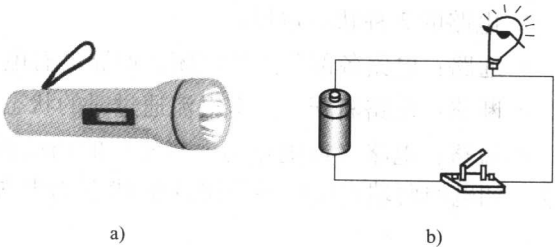

图 1-1-1 手电筒电路
手电筒的外形及内部电路如图 1-1-1 所示，试用两节电池、额定电压为 2.5V 的灯泡、开关等连接手电筒电路。
1. 在图 1-1-1 所示的电路中，开关闭合灯泡发亮，为什么？
2. 在图 1-1-1 所示的电路中，开关断开，灯泡为什么不亮？